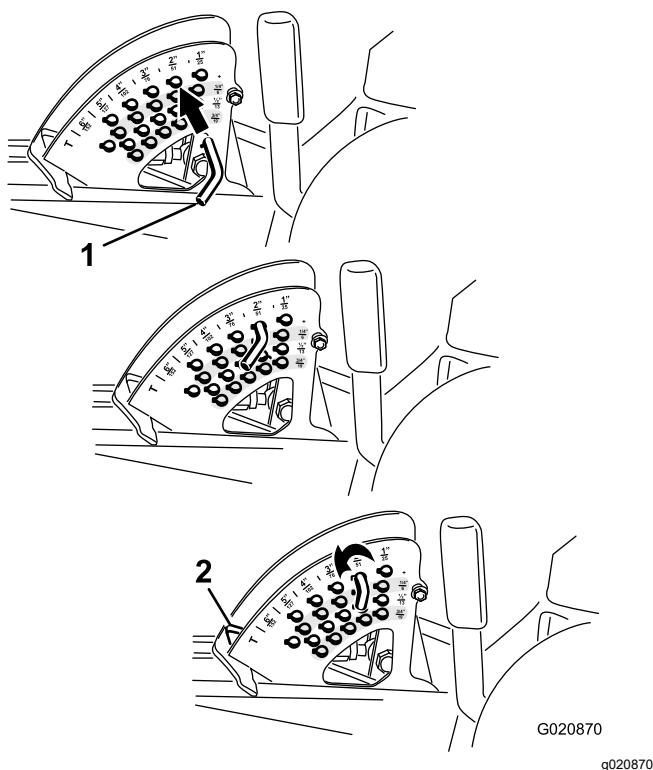

Figure 12
2. Tournez la goupille de butée jusqu'à ce que la goupille cylindrique située à l'intérieur soit en face des trous du support de hauteur de coupe et retirez-la (Figure 12).
3. Placez la goupille dans le trou du support correspondant à la hauteur de coupe voulue et tournez-la pour la verrouiller en place (Figure 12).
**Remarque:** Il y a 4 rangées de trous (Figure 12). La première rangée donne la hauteur de coupe indiquée au-dessus de la goupille. La deuxième rangée donne la hauteur indiquée plus 6 mm (0,25 po). La troisième rangée donne la hauteur indiquée plus 12 mm (0,5 po). La dernière rangée donne la hauteur indiquée plus 18 mm (0,75 po). Un seul trou, situé dans la deuxième rangée, correspond à la hauteur de 15,8 cm (6 po). Il n'ajoute pas 6 mm (0,25 po) à la hauteur de 15,8 cm (6 po).